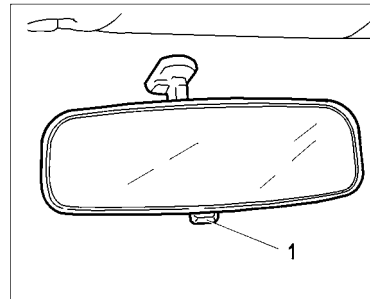

Рис. 17. Внутреннее зеркало
**Внутреннее зеркало** заднего вида регулируется поворотом вокруг шарнирной головки. При освещении светом фар движущегося сзади транспорта измените угол наклона зеркала при помощи рычажка 1 (рис. 17).